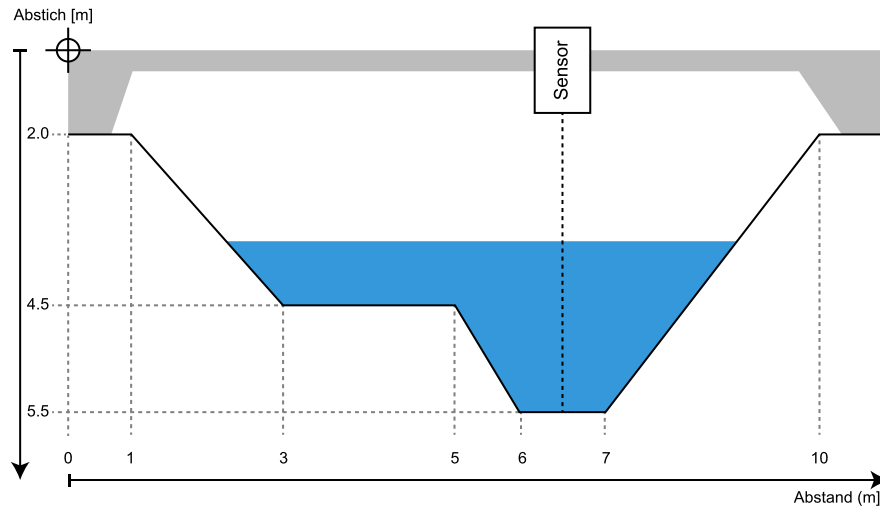

Abbildung 15 Querschnittsprofil mit Höhen relativ zu oben
- Höhe relativ zu oben mit positiven Werten nach unten, siehe Abbildung 15